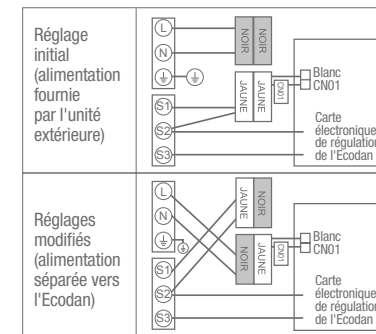

fig.1
**Si utilisation du module hydraulique en générateur "tout électrique" pendant les travaux (ex: séchage de dalle) : basculer le micro-interrupteur SW8-3 du groupe sur ON, raccorder uniquement S2-S3 et modifier connexion (voir fig.1)